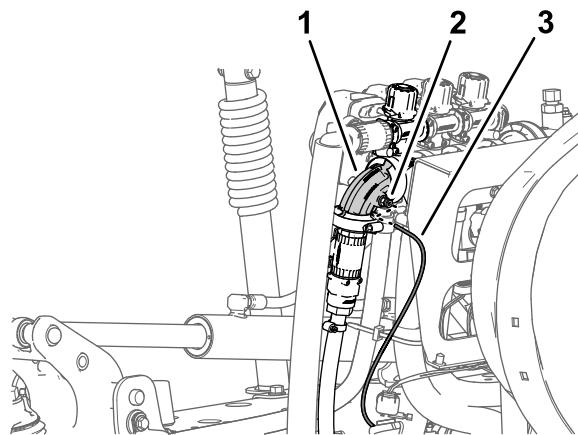

Рисунок 28
1. Нажмите на запорное кольцо соединительной муфты трубы в прямоугольном колене клапана правой секции опрыскивателя (Рисунок 28).
2. Вытяните трубку датчика давления для манометра на приборной панели из соединительной муфты (Рисунок 28).